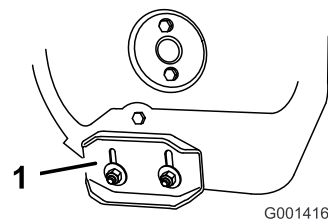

Figure 43
3. Desserrez les écrous de fixation des deux patins aux côtés de la fraise à neige jusqu'à ce que les patins puissent coulisser aisément vers le haut et vers le bas (Figure 43).